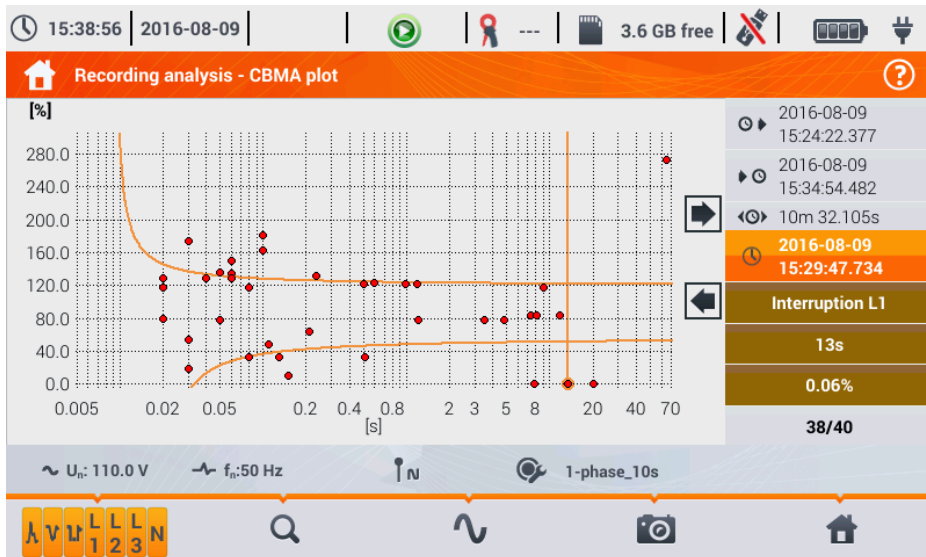

Abb. 31. Analyse der Aufzeichnungen - CBEMA Graph
- CBEMA Graph. Dieser zeigt den Graphen von Spannungsereignissen gemäß der CBEMA Kriterien. Die Beschreibung und Eigenschaften des Graphen sind gleich dem ANSI Diagramm (siehe oben). Ein Beispiel der Ansicht ist in Abb. 31 dargestellt. Weitere Information über CBEMA Diagramme sind finden Sie in Abschnitt 5.7.